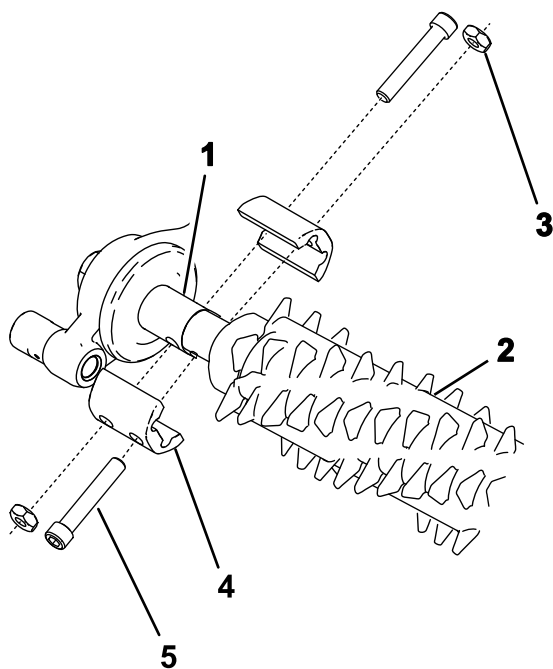

Figure 16
2. Alignez le groomer et les arbres courts d'entraînement du boîtier d'entraînement et de l'ensemble de tension (Figure 16).
3. Fixez le groomer sur la machine comme montré à la Figure 16 et serrez les boulons à la main.